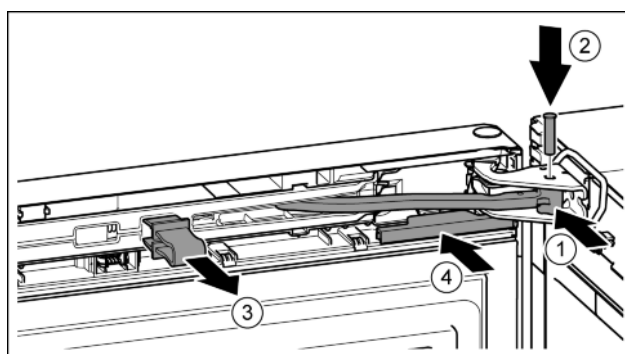

Fig. 21
- Otočte kloub ve stojanu ložiska. Fig. 21 (1)
- Vložte čep do stojanu ložiska a kloubu. Přitom dávejte pozor, aby byla zajišťovací vačka správně usazena v drážce. Fig. 21 (2)
- Pojistku vytáhněte. Fig. 21 (3)
- Kryt nasuňte. Fig. 21 (4)